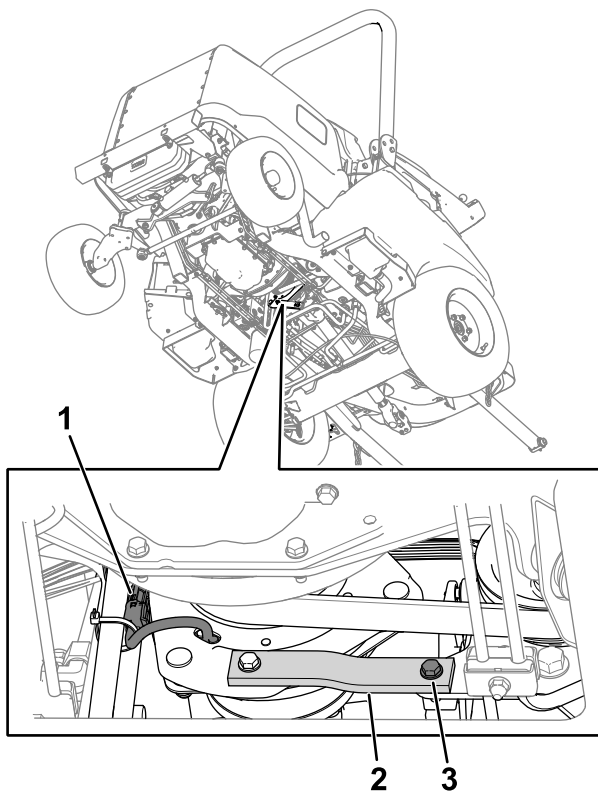

Bild 77
2. Ziehen Sie den Anschluss des Kabelbaums der Kupplung vom Maschinen-Kabelbaum ab (Bild 77).
- Entfernen Sie die Schraube, Unterlegscheibe und Mutter vom Gummiband (Bild 77) am Rahmen.